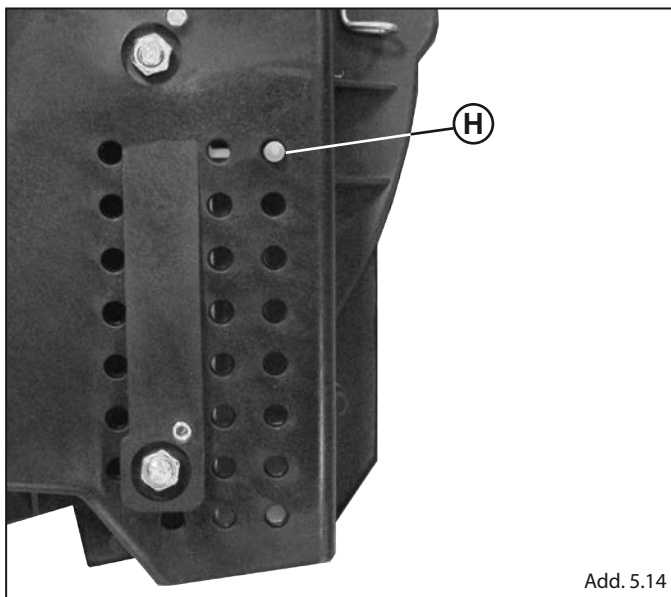

Abb. 5.14
- Den Auswerfer blockieren und den kleinen Pflock an der Stelle **H** der Abdeckung einsetzen (Abb.5.14).